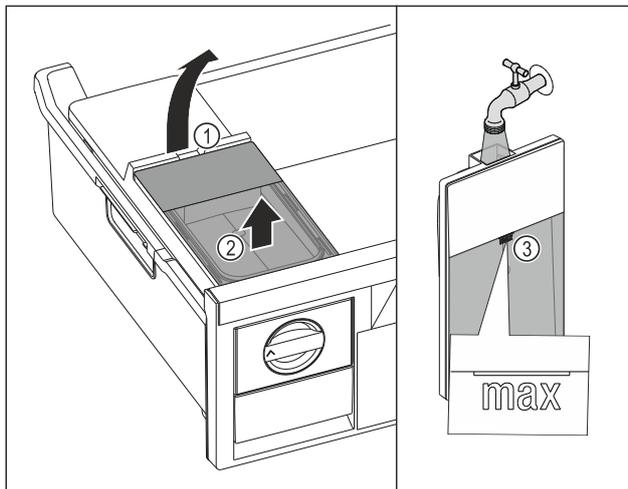

Fig. 67
- ▶ Wassertank an der Aussparung Fig. 67 (1) anheben.
- ▶ Wassertank nach oben entnehmen. Fig. 67 (2)
- ▶ Wassertank bis zur Markierung Fig. 67 (3) mit Trinkwasser befüllen.